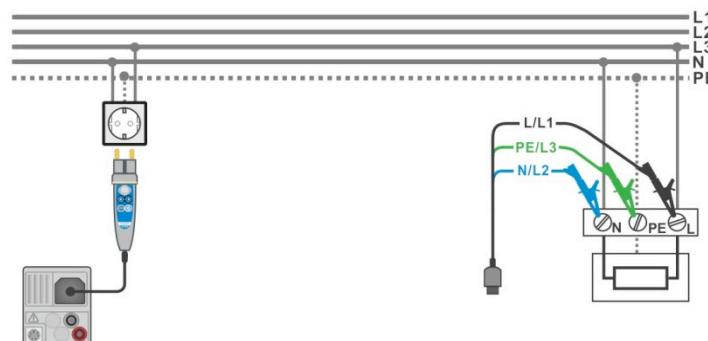

Рисунок 7.29: Подключение щупа «commander» и 3-проводного измерительного кабеля.
- › Подключите измерительный кабель или щуп «Commander» к испытываемому объекту, см. Рисунок 7.29: Подключение щупа «commander» и 3-проводного измерительного кабеля.